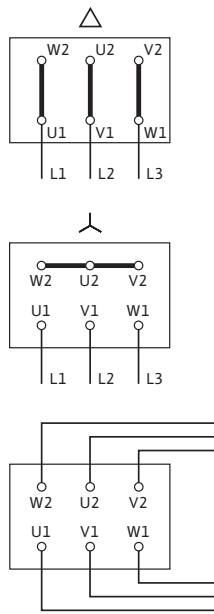

Fig. 11: Alimentación eléctrica
- En la tapa de la caja de bornes encontrará el esquema de la conexión eléctrica (véase también la fig. 11).
- La alimentación eléctrica del tablero de bornes depende de la potencia del motor P_2 , de la tensión de red y del tipo de arranque. En la siguiente tabla y en la fig. 11 podrá consultar dónde conectar los puentes de conexión de la caja de bornes.